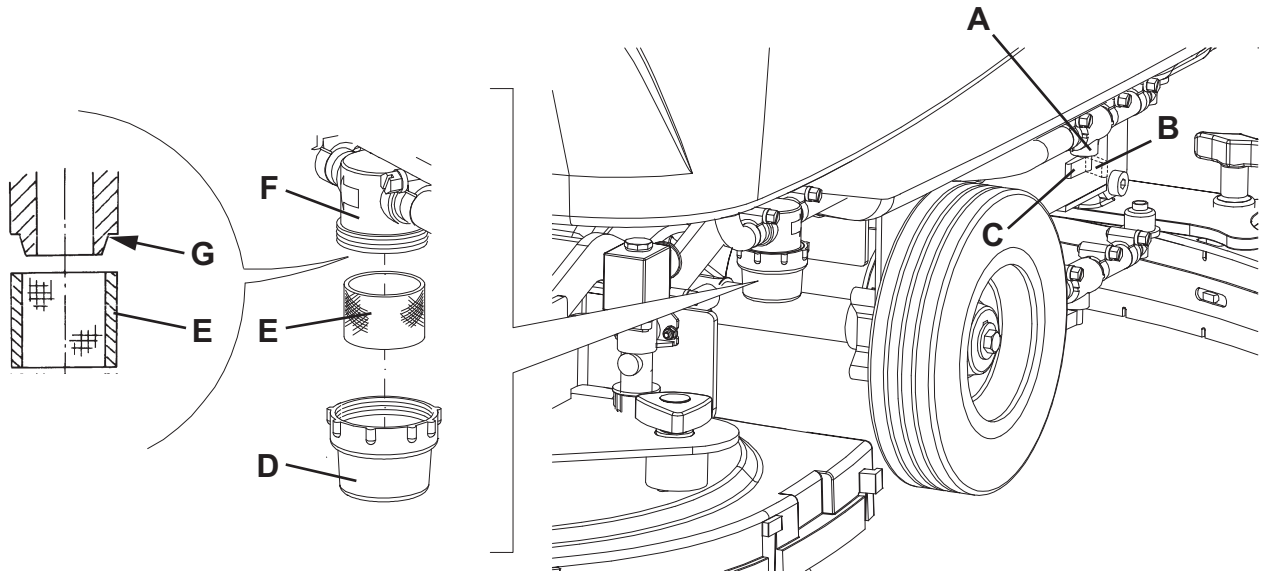

Abbildung 5
2. Netzkabel (3) vom Stromnetz trennen.
3. Das Reinigungslösungsventil (A, Abb. 5) schließen. Das Ventil befindet sich unter dem Gerät hinter dem linken Hinterrad. Das Ventil (A) ist geschlossen, wenn es sich gegenüber der Leitung in Stellung (B) befindet. In Stellung (C) ist es geöffnet.
4. Durchsichtigen Deckel (D) abnehmen und Siebfilter (E) entfernen. Es reinigen und in den Halter (F) anbringen.